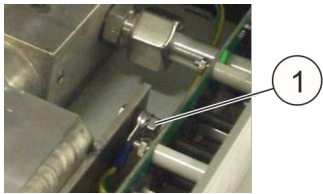

Abb. 86: Erdungsschraube
- 10.** ▶ Erdungsschraube (Abb. 86/1) vom Tank entfernen.